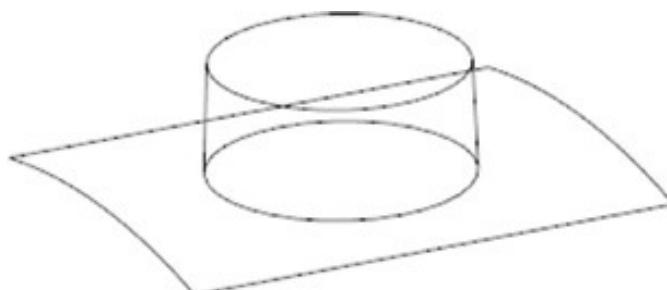

图4-7 创建拉伸曲面
Step 22 在“拉伸”操控板中单击“确定”按钮, 创建拉伸曲面, 如图4-7所示。